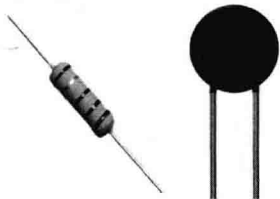

图 1-1 通孔电阻
(1) 普通电阻的类型
① 通孔电阻。有引线的电阻称为通孔电阻，其外形如图 1-1 所示。